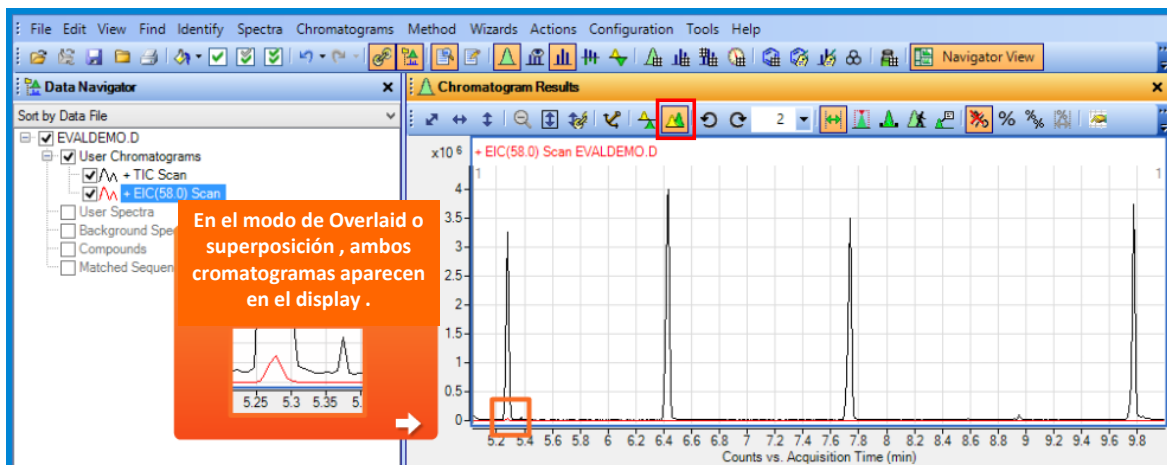

Figura 49. Superposición de cromatogramas.
8.9.7. Superposición de cromatogramas. Para realizar la superposición o *Overlaid* de los cromatogramas seleccione en ícono  de la barra de herramientas del panel de **Chromatograms Results** como se muestra en la Figura 49. Si desea separarlos, haga *click* en el ícono .